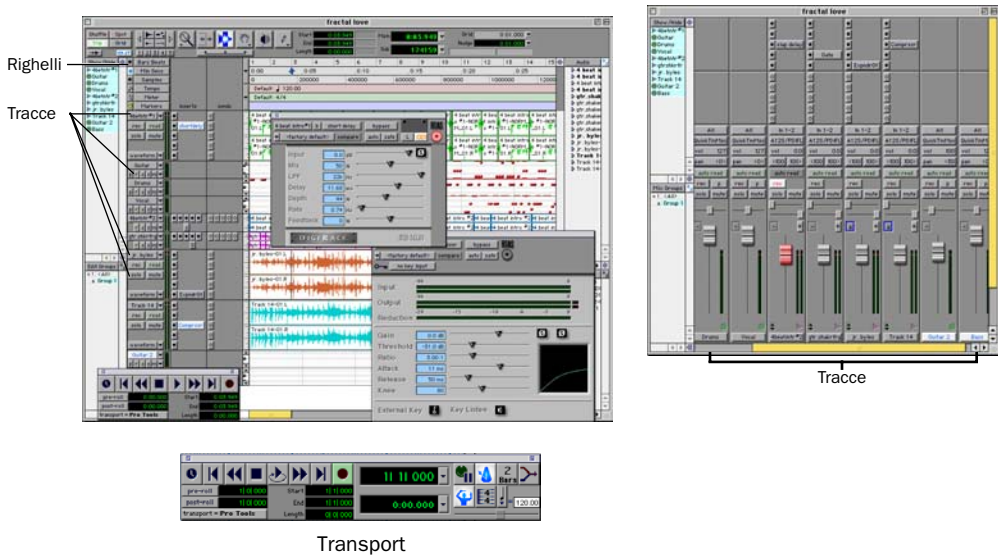

Figura 3. Finestre principali della sessione (in senso orario da sinistra in alto): finestra Edit, Mix e Transport
- 5 Scegliere Salva. Vengono visualizzate le finestre Mix, Edit e Transport della nuova sessione (vedere la Figura 3 a pagina 23).